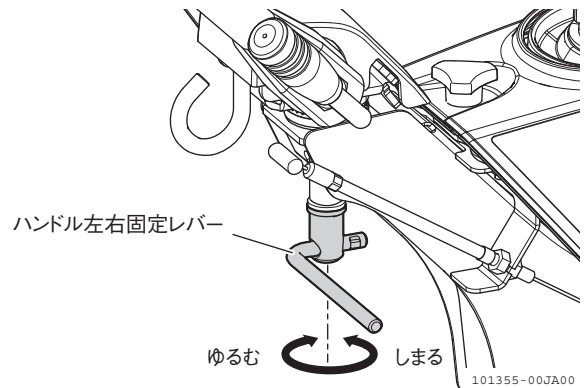

図 3-2 ハンドル回動のしかた 〈-D型式〉
1. ハンドルを持ち、ハンドル左右固定レバーをゆるめます。(図 3-2)